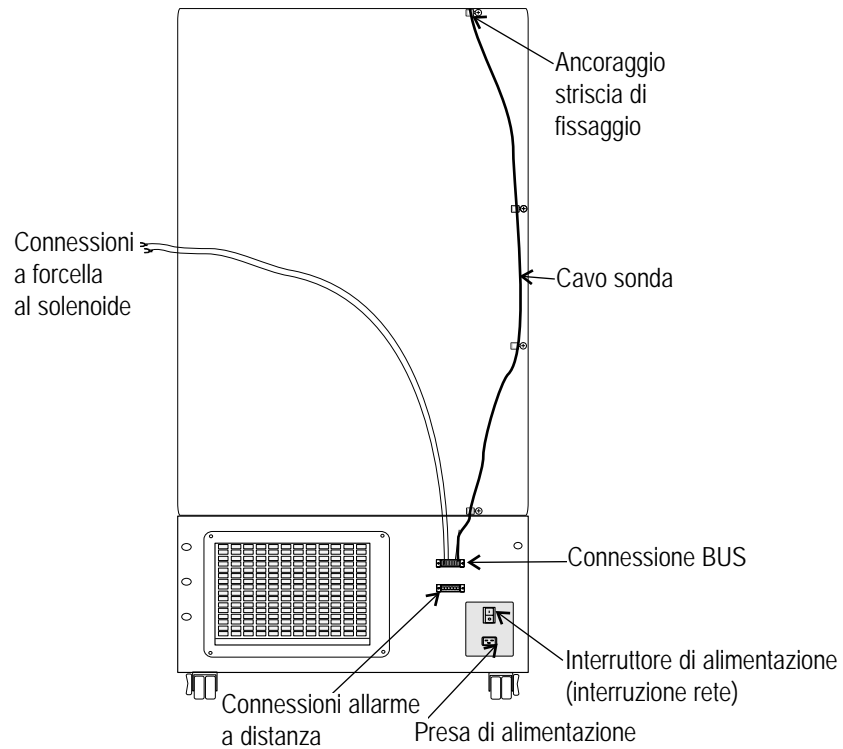

Figura 5-5. Cavo sonda e collegamenti solenoide
1. Rimuovere le quattro viti sul pannello posteriore del freezer e usarli per montare gli ancoraggi della striscia come illustrato in figura 5-5. Fissare il cavo della sonda con le fascette.
4. Collegare l'alimentazione al freezer. Accendere il freezer, con l'interruttore della batteria spento (O).